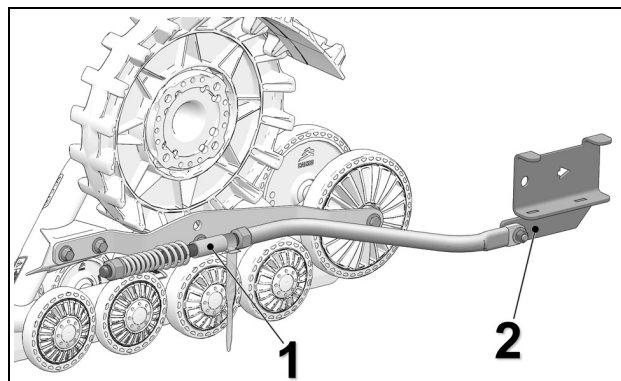

Figure 9
- Le bras stabilisateur doit être fixé au système de traction (1) et à l'ancrage arrière (2) installé au véhicule. Voir la Figure 9.
**NOTE:** L'ancrage arrière (2) installé sur le véhicule peut différer de celui montré dans l'illustration.